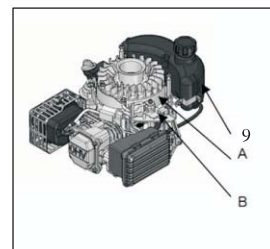

Fig. 12
4. Verplaats de remhendel (op de apparatuur) om de vliegwielrem los te laten en controleer of er speling is tussen de hendel van de toerentalregelaar en de terugkeerstaaf van de gashendel als de gashendel in de stand snel (of hoog) staat. Controleer ook of er minimaal 2 mm speling is tussen de stoppen en de remkabelbeugel. (Zie Fig. 12)